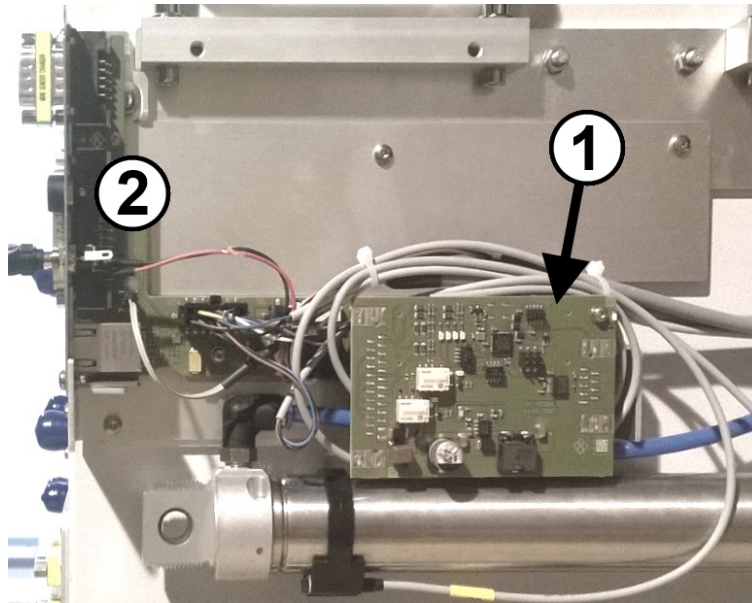

Figure 10-1 : Module IRC à l'intérieur de la chambre (capot retiré)
- « **IRC** »: module de commande à distance interne (marqué 1 à la Figure 10-1)